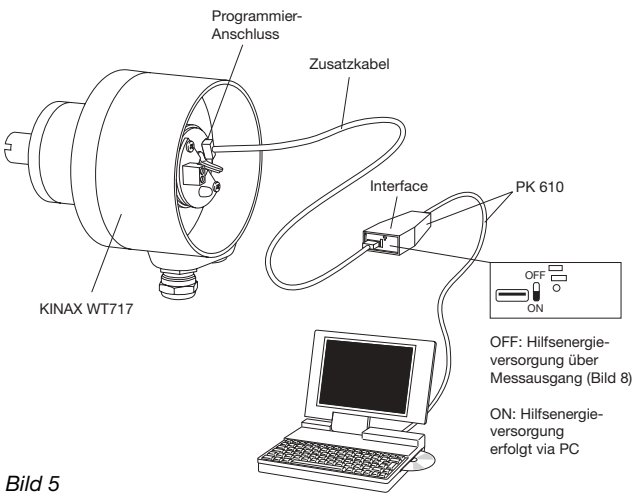
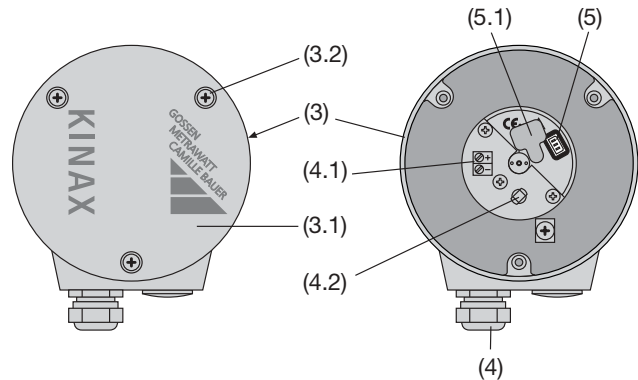

Bild 5
Bild 7. Rückenteil (3) mit Klemmen (4.1) und Stopfbuchse (4). Links: mit Deckel (3.1) verschlossen. Rechts: ohne Deckel (3.1).
1. Deckel (3.1 in Bild 7) entfernen. Durch Abziehen des Gummi-Verschlusses (5.1) wird der Programmieranschluss (5) zugänglich (siehe Abschnitt "7.1 Leitungen anschliessen"). KINAX WT 717 nach Bild 5 mit der Programmier-einrichtung verbinden. Konfigurations-Software 2W2 starten. Gerät – wenn nötig – mit den gewünschten Messbereichsdaten konfigurieren.
1. Messumformer in Betrieb nehmen und gemäss Bild 5 an Programmierereinrichtung anschliessen (Schalter AUX am PK 610 auf OFF).